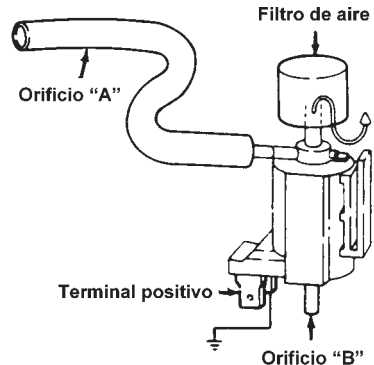

FIGURA 12. Solenoide de vacío típico
- 1) Desconecte los conectores de vacío y eléctricos del solenoide. Conecte la bomba al orificio "B" y trate de aplicar vacío con la bomba. El vacío debe romperse por el orificio "A" (FIGURA 12).